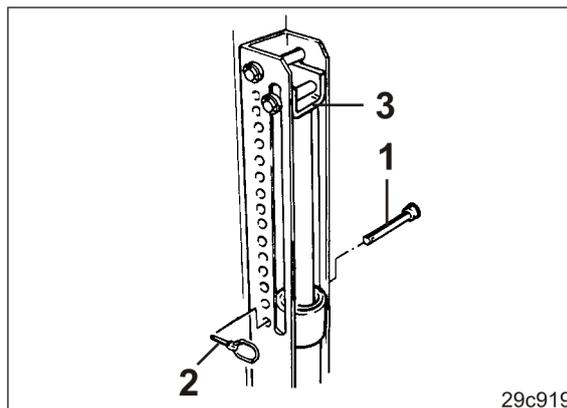

Рис. 176
3. Вставьте палец (Рис. 176/1) под упором (Рис. 176/3) в отверстие группы отверстий и зафиксируйте шплинтом с кольцом (Рис. 176/2).